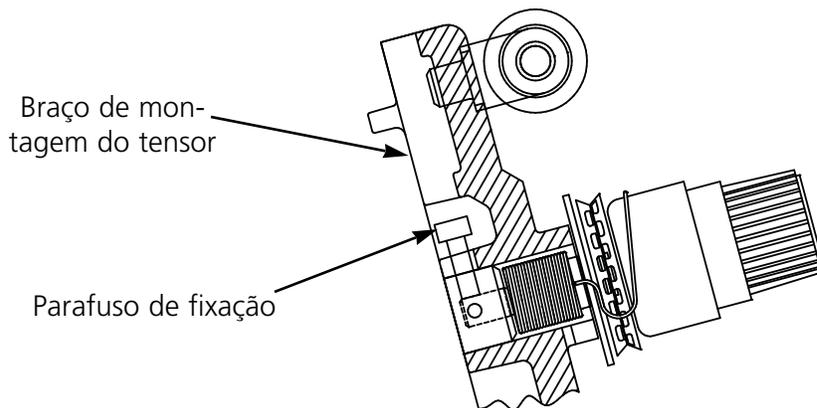

Figura 5-14
1. Solte ligeiramente o parafuso de fixação na parte superior do suporte de montagem do tensor (veja a Figura 5-14).